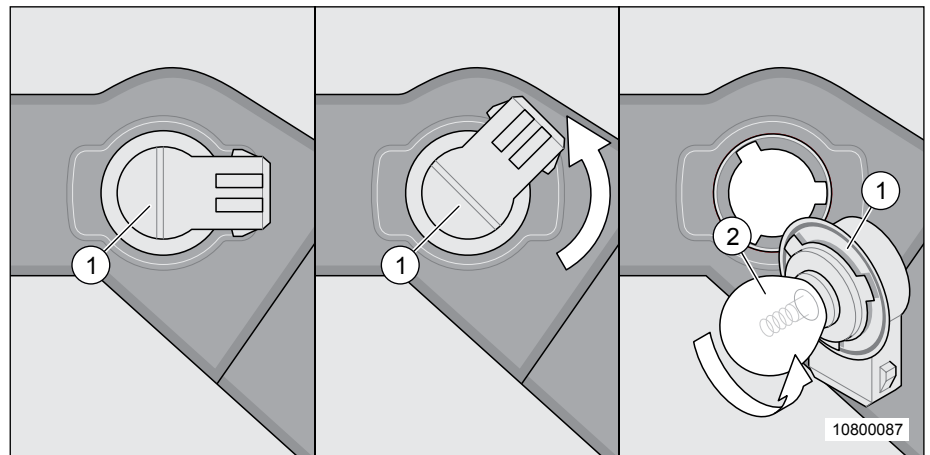

Fig. 137 Remplacement de l'ampoule du clignotant (face avant)
1. Tourner le culot (Fig. 137, Pos. 1) dans le sens inverse horaire jusqu'à la butée.
2. Retirer prudemment le culot (Fig. 137, Pos. 1) en veillant à le tenir bien droit.
4. Insérer l'ampoule neuve (Fig. 137, Pos. 2) dans la douille, appuyer et tourner dans le sens horaire.